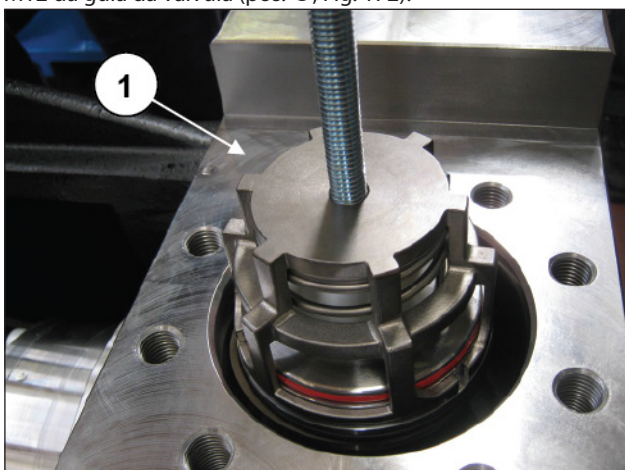

Fig. 172
Extraia o grupo da válvula de aspiração, mediante o uso de um extrator de mecanismo de percussão, para aplicar no furo M12 da guia da válvula (pos. ①, Fig. 172).